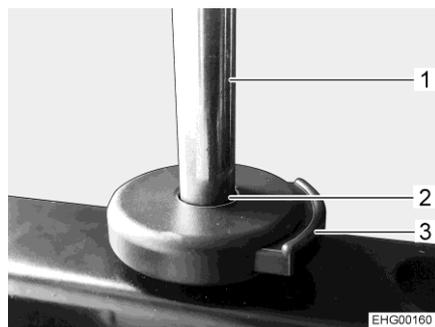

Bild 19 Entriegelungstaste (Kopfstütze)
- Holme (Bild 19,1) der Kopfstütze in die Halterungen (Bild 19,2) einsetzen.
- Entriegelungstaste (Bild 19,3) drücken und Kopfstütze weiter bis zur gewünschten Position schieben.
- Entriegelungstaste (Bild 19,3) drücken.